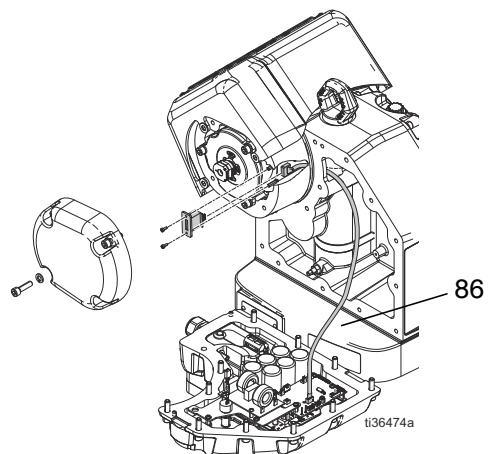

FIG. 22 : Câble du jeton
- Câble du jeton (86). Consulter FIG. 22, page 21.